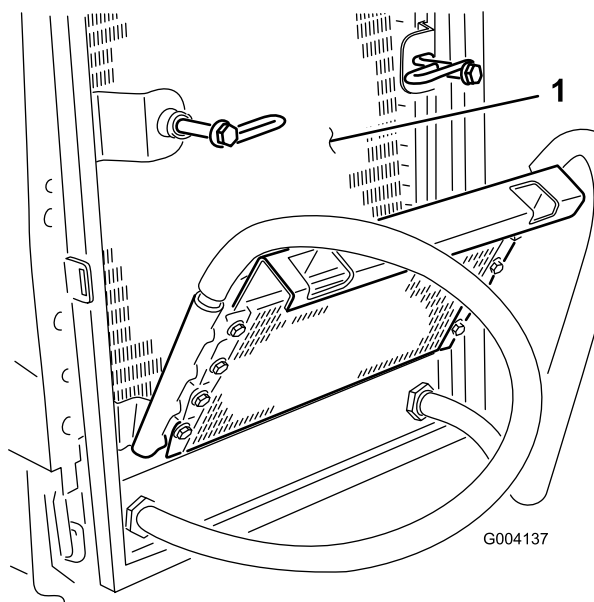

Figura 59
7. Trabajando desde el lado del ventilador, limpie el radiador con aire comprimido a baja presión (3,45 bar) (no utilice agua). Repita el procedimiento desde delante del radiador, y luego de nuevo desde el lado del ventilador. Limpie a fondo ambos lados del enfriador de aceite. Después de limpiar el radiador y los enfriadores de aceite, limpie cualquier acumulación de residuos en otras partes de la máquina (Figura 59) con aire comprimido.